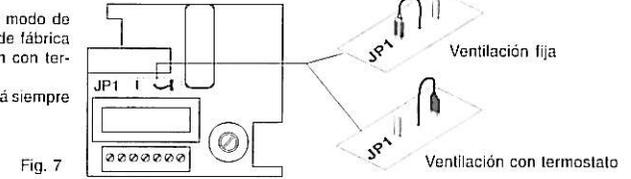

Fig. 7
- Poner el puente JP1 (fig. 7) según el modo de trabajo deseado.
Mover el puente (fig. 7) para elegir el modo de ventilación deseado (el aparato sale de fábrica con el puente en posición "ventilación con termostato").